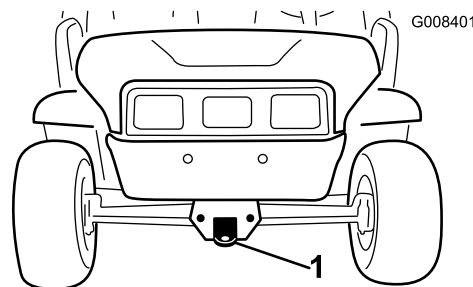
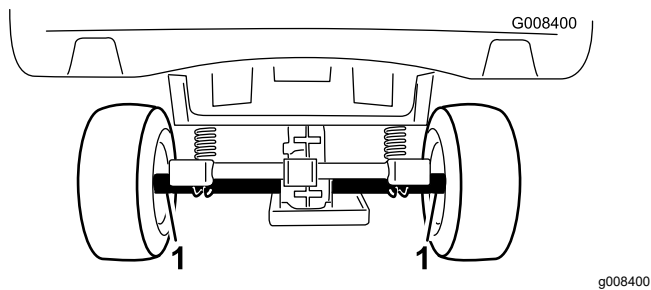

Bild 18
Bild 19
Befördern Sie die Maschine über lange Strecken auf einem Anhänger mit Rampen über die ganze Breite. Stellen Sie sicher, dass die Maschine am Anhänger befestigt ist. In Bild 18 und Bild 19 finden Sie die Vergurtungsstellen der Maschine.
2. Befestigen Sie ein Abschleppseil an der Zunge vorne am Maschinenrahmen (Bild 18).